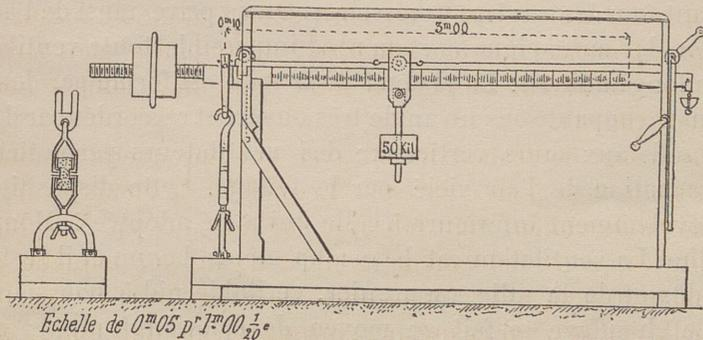

Fig. 8. — Appareil pour mesurer la résistance des briquettes à l'arrachement.
*Rupture des briquettes.* — Pour les briquettes de 16 centimètres carrés de section, on a fait usage d'un appareil qui ressemble beaucoup à une balance romaine (fig. 8). L'effort est exercé par un poids de 50 kilos mis en mouvement, au moyen d'une corde sans fin, le long du grand bras d'un levier mobile autour d'un couteau; le grand bras a 2 mètres de longueur. A l'extrémité du petit bras, qui est vingt fois plus court que le grand, est suspendue la mâchoire dans laquelle on engage la partie supérieure de la briquette; la partie inférieure est saisie dans une mâchoire semblable fixée aux bâtis de l'appareil au moyen d'une vis; un ressort à boudin placé sous la mâchoire inférieure le soutient au début de l'opération et l'empêche de peser sur la briquette. On a disposé un contrepoids mobile à l'extrémité du petit bras de levier pour équilibrer l'excédent de poids du grand, quand le poids formant curseur est au zéro.